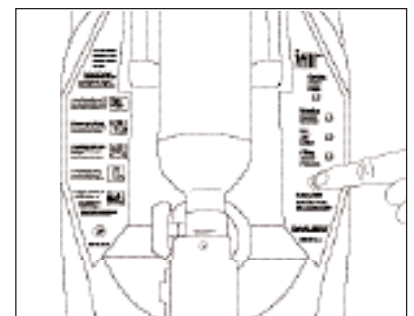

Abbildung 3
3. Drücken Sie den Start/Stopp-Schalter auf dem Bedienfeld (Abbildung 3).